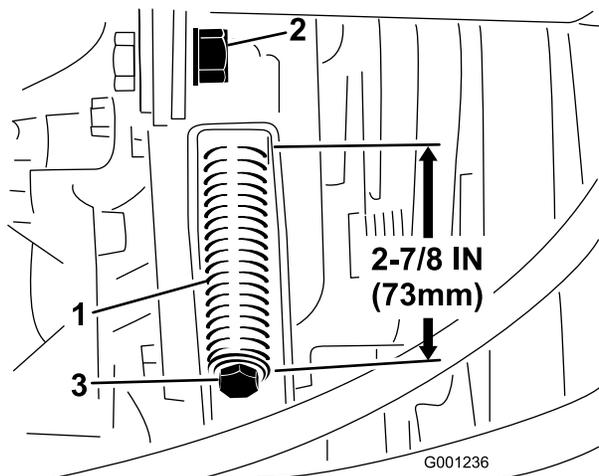

Figura 64
3. Allentate il controdado dell'asta tendicinghia (Figura 64).
4. Stringete o allentate la molla tendicinghia (Figura 64) utilizzando una chiave da 1/2 poll. (13 mm). Regolate la lunghezza della molla a 73 mm.
4. Allentate completamente la molla tendicinghia (Figura 64) utilizzando una chiave da 1/2 poll. (13 mm).
6. Montate la nuova cinghia della PDF e tendete la molla della puleggia a 73 mm (Figura 64).
7. Serrate il controdado (Figura 64) e chiudete il cofano.